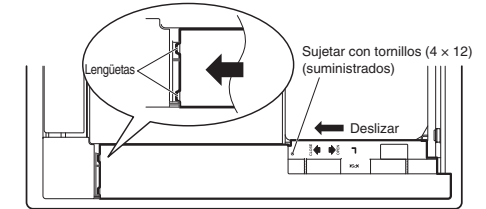

Fig. 7-11
- (1) Deslice el panel lateral en la dirección de la flecha para instalarlo. (Fig. 7-11)